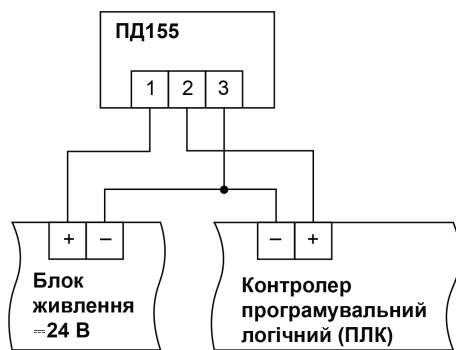

Рисунок 5.2 – Схема підключення
6. Підключити сигнальний кабель через кабельний ввід перетворювача (див. *рисунок 5.2*).